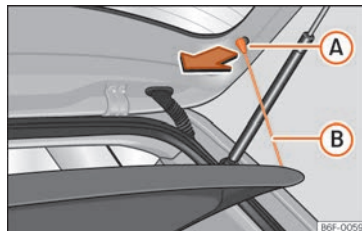

Fig. 142 En el maletero: desmontar y montar la bandeja.
- Desenganche los tirantes de sujeción >>> fig. 142 B de los alojamientos A.
- Enganche los tirantes de sujeción >>> fig. 142 B en el portón trasero.